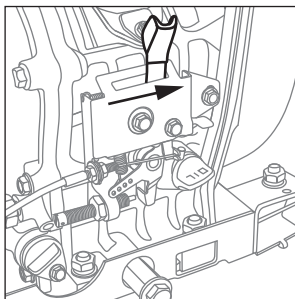

Рис. 8
7. Переведите выключатель двигателя в положение «Работа» (рис. 8).